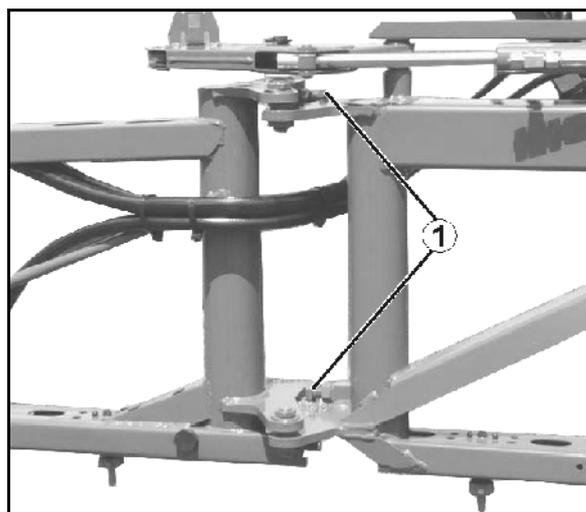

Рис. 139
1. Открутите контргайку регулировочного винта (Рис. 139/1).